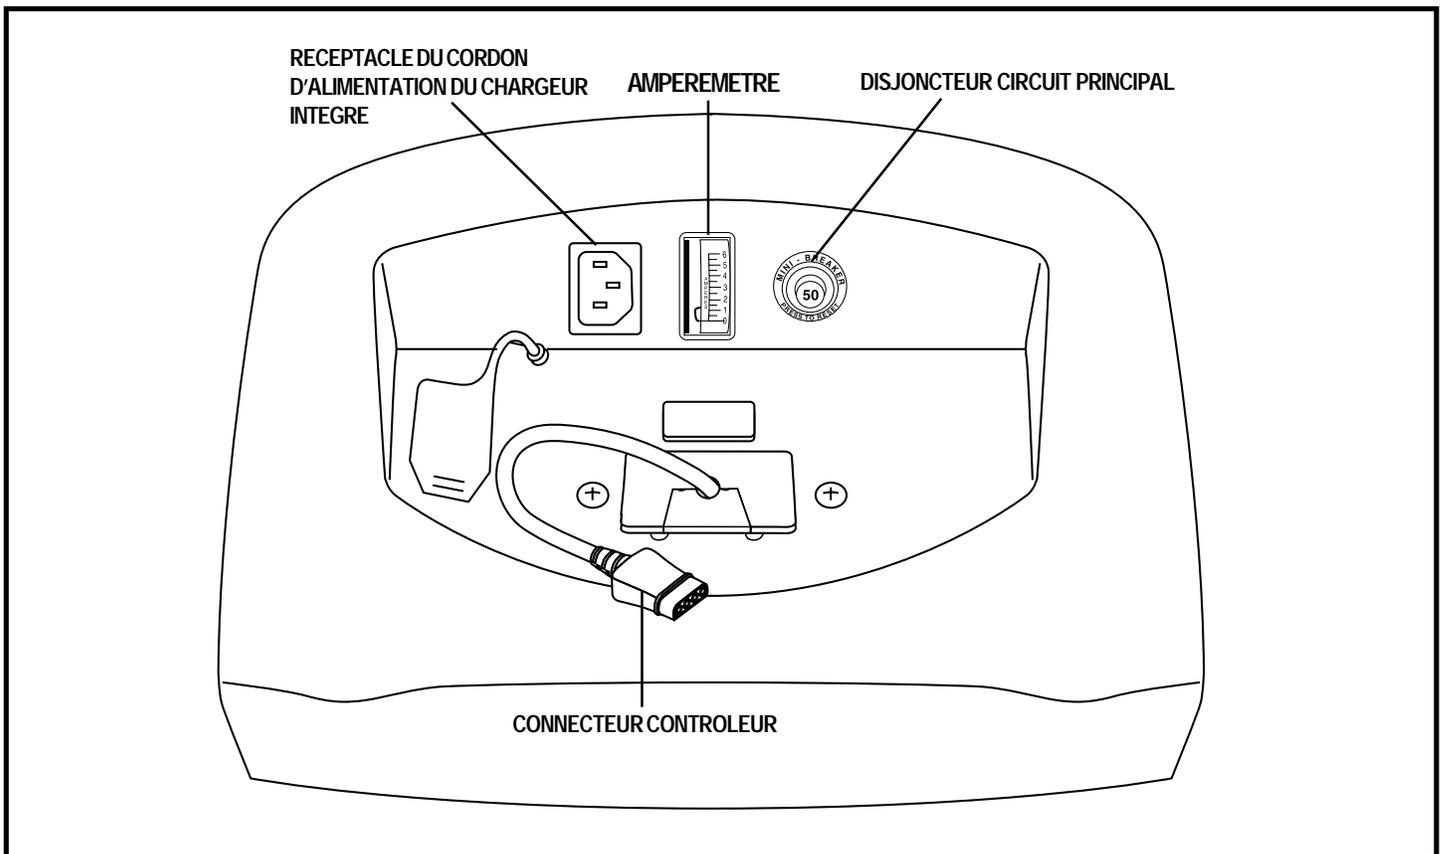

Figure 6. Base motorisée du Jazzy Sélect Série 14
Les composantes électriques sont situées à l'intérieur de la base motorisée. Le réceptacle du cordon du chargeur, l'ampèremètre, le disjoncteur principal et le connecteur du contrôleur sont situés sur le tableau électronique. Voir la figure 6.
4. Branchez le connecteur du contrôleur sur la base. Voir la figure 6.
3. Débranchez le connecteur du contrôleur sur la base motorisée. Voir la figure 6.